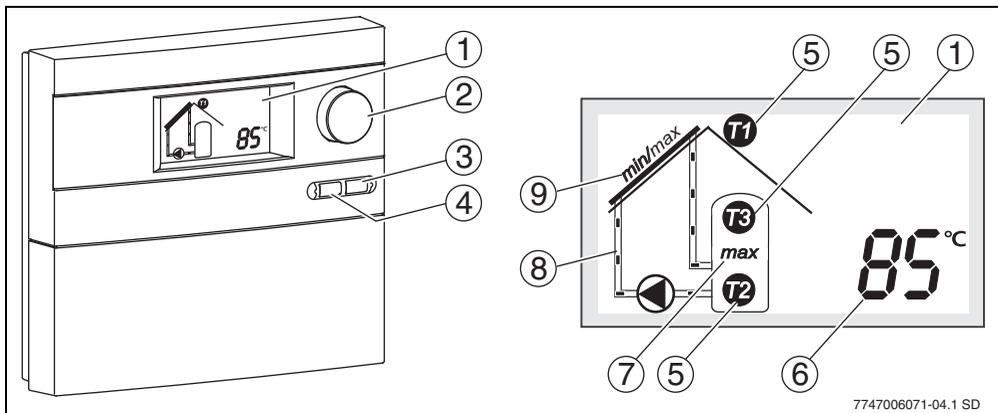

Fig. 10 Regulador y display
Si se supera la diferencia de temperatura de conexión entre los dos sensores de temperatura conectados, la bomba conectada se pone en funcionamiento. En el display se representa de manera animada el transporte del líquido solar (→ fig. 10, pos. 8).
<p>Modo manual “on”</p> <p>El modo manual “on” activa la bomba durante un máximo de 12 horas. En el display aparecen de forma alternativa los indicadores “on” y el valor seleccionado. En el display se representa de manera animada el transporte del líquido solar (→ fig. 10, pos. 8). Los dispositivos de seguridad como, por ejemplo, la temperatura máxima del colector, permanecen activados. Transcurridas 12 horas, el regulador cambia al funcionamiento automático.</p> <p>Modo manual “off”</p> <p>La bomba se desactiva y el líquido solar no circula. En el display aparecen de forma alternativa los indicadores “off” y el valor seleccionado.</p> <p>Modo manual a “uto”</p> <p>Si se supera la diferencia de temperatura de conexión entre los dos sensores de temperatura conectados, la bomba conectada se pone en funcionamiento. En el display se muestra de manera animada el transporte del líquido solar (→ fig. 10, pos. 8). En cuanto se alcance la diferencia de temperatura de desconexión, la bomba se desconecta.</p>	on/off/auto [off]